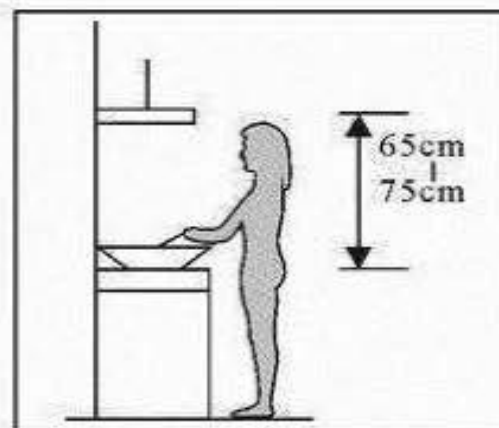

Fig. 1
3.1 O exaustor deve ser instalado a uma distância de 65-75cm (26-30 polegadas) da placa para melhores resultados. Veja fig. 1.